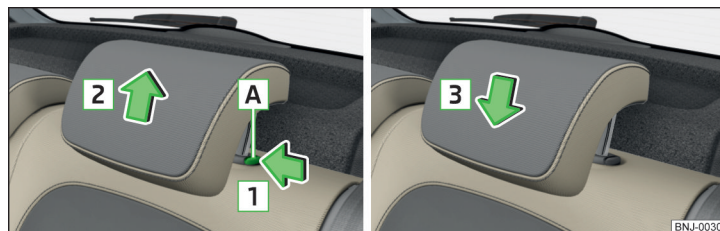

Fig. 60 Scoaterea/introducerea tetierei
- Mențineți apăsată tasta de siguranță **A** în direcția săgeții **1** și scoateți tetiera în direcția săgeții **2** » fig. 60.